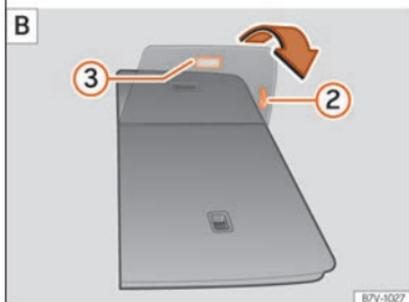

Fig. 167 Terceira fila de bancos: rebater o banco traseiro para carregar A e colocá-lo de novo B.
- Se necessário, empurre o manípulo »» **Fig. 167 ❷** para deslocar o banco para a posição pretendida.
- Quando o banco estiver rebatido, não deverá viajar nenhum adulto nem nenhuma criança neste lugar »» ❸.
- Retire os objetos da zona dos pés situada à frente e atrás do banco traseiro »» ❶.
- Empurre o manípulo »» **Fig. 167 ❶** para cima e rebata o encosto para a frente. O banco traseiro rebate para a frente »» ❸ e o assento também se move para a frente.
- Empurre a pega »» Fig. 167 ② para recolocar a chapeleira do banco.
- Empurre a pega »» Fig. 167 ③. O banco completo desloca-se para trás.